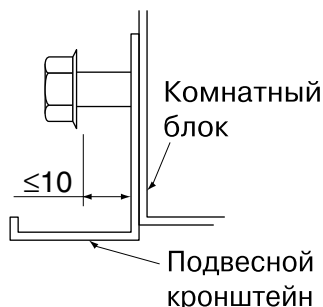

Рис. 3
- После снятия крепежных болтов декоративных плат (по одному на каждой), потяните платы на себя (в направлении стрелки) и снимите их. **(См. Рис. 3)**
(См. Рис. 3)